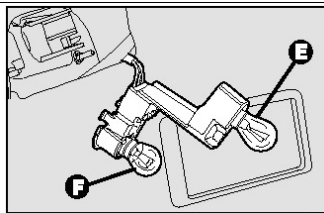

рис.39
□ Извлечь и заменить нужную лампу, слегка надавив на нее и повернув против часовой стрелки **рис.39**: